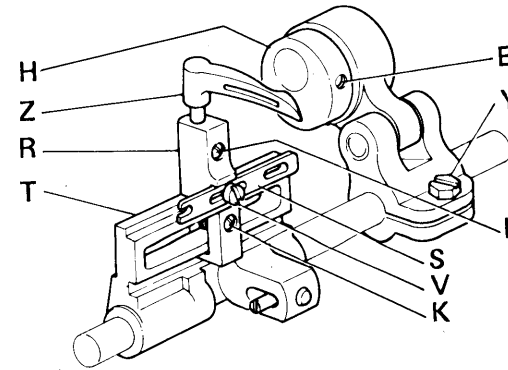
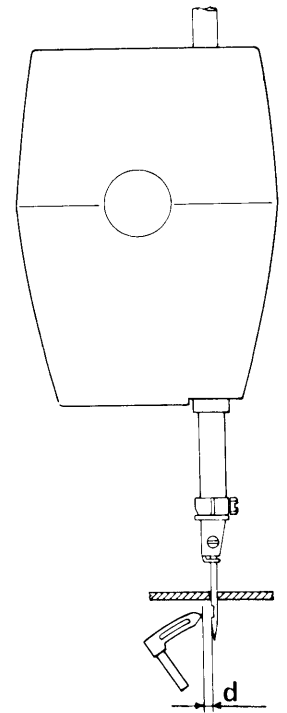
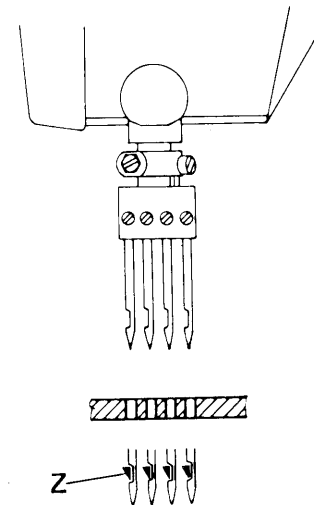
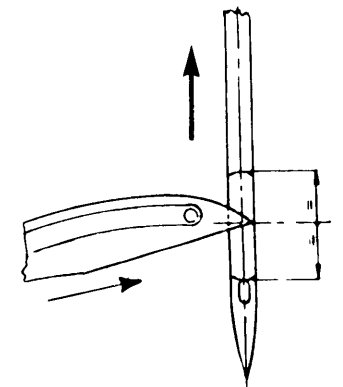

Fig. 23
Fig. 24
Fig. 25
Fig. 26
- inserire fino in fondo i crochet Z nell'apposita sede e bloccarli leggermente con la vite L (fig.23)
- allentare le viti K e V che bloccano i porta crochet R e la piastrina S (fig.23)
- portare gli aghi al punto morto inferiore, allentare le viti Y (fig.23) e, agendo sul supporto dei porta crochet T, eseguire la quota "d" di mm. 2,5 dalla punta dei crochet agli aghi (fig.24)
- posizionare i crochet Z in modo che, nella loro corsa, sfiorino gli aghi (fig.25) e regolarli in modo che avanzando, entrino nello scalfo degli aghi nelle condizioni illustrate in fig. 26
- per ottenere questa condizione, bisogna allentare i grani E dell'eccentrico H (fig.23) e ruotarlo fino ad ottenere la posizione illustrata in fig. 26
- bloccare quindi i porta crochet mediante le viti K e la piastrina di unione mediante le viti V. Stringere a fondo le viti L serraggio crochet (fig.23).
- Fit loopers Z right down in their seat and grip them lightly with screw L (fig.23)
- Slacken screws K and V that fasten looper holders R and plate S (fig.23)
- Bring the needles to the bottom dead point, slacken screws Y (fig.23) and, moving looper holder bracket T, set distance "d" of 2.5 mm. from point of loopers to needles (fig.24)
- Position looper Z so that they just graze past the needles during their stroke (fig.25) and adjust them so that they enter the groove of needles as they move forward, as shown in fig.26
- To obtain this setting, grub screws E of eccentric H (fig.23) must be slackened and the eccentric must be turned until it is in the position shown in fig. 26
- Fully tighten looper locking screws L (fig.23).